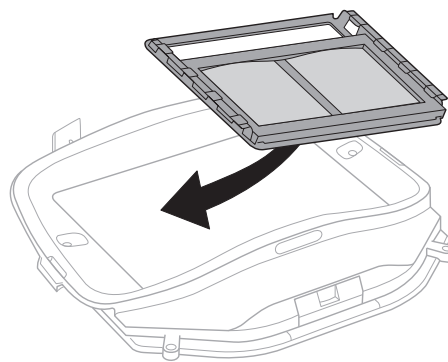

Fig. 27b
- Placer le porte-lentille sur le devant du filtre à lentille photosensible (Fig. 27b).